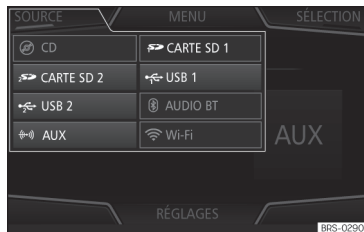

Fig. 196 Mode MÉDIA : changement de la source média.
• **OU** : Dans le menu principal *Média*, appuyez sur la touche de fonction **(SOURCE)** **fig. 196** et sélectionnez la source multimédia souhaitée.